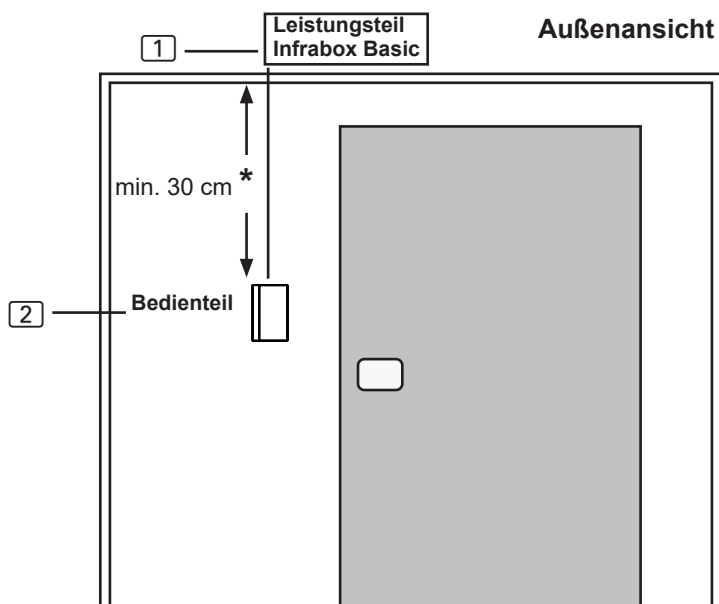

Abb.2 Position Bedienteil
Das Bedienteil [2] der Infrarotsteuerung wird an der Kabinen-Außenwand im maximalen Abstand von 10 Metern zum Leistungsteil [1] montiert (siehe Abb. 2). Für die Montage wird beispielsweise eine handelsübliche Stichsäge benötigt um die Ausnehmung für das Bedienteil zu schneiden. Das Bedienteil kann sowohl in der Kabine als auch außerhalb der Kabine montiert werden.
*Bei Montage innerhalb einer Saunakabine ist ein Mindestabstand von 30 cm zur Kabinendecke einzuhalten (siehe Abb.2 Position Bedienteil auf Seite 12).